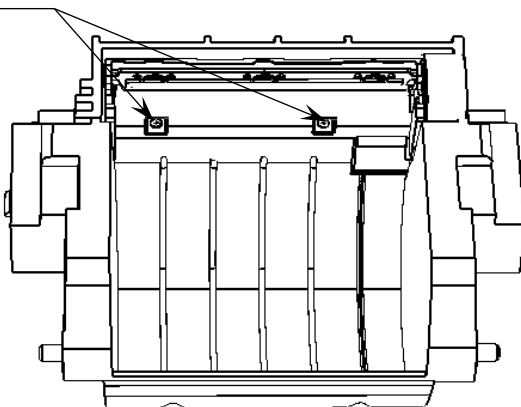

Рисунок 26. Винты крепления ТПГ к лотку для ЧЛ
13. Зафиксировать ТПГ в лотке для ЧЛ, вкрутив два винта (рисунок 26).